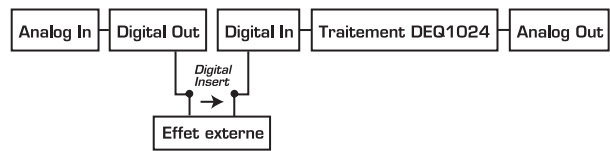

Fig. 2.5 : Trajet du signal en mode PRE EQ
- 11] On sélectionne le mode de fonctionnement général de l'appareil en maintenant la touche *CONFIG* enfoncée. Les différents modes sont : *ANALOG* (LED verte), *DIGITAL* (LED jaune), *PRE EQ* (LED jaune) et *POST EQ* (LED jaune). Dans les modes *PRE EQ* et *POST EQ*, on peut utiliser les connecteurs numériques du panneau arrière comme point d'insertion numérique (insert), par exemple pour le câblage d'un processeur de dynamique. En mode *PRE EQ*, l'insert intervient avant l'égaliseur alors qu'en mode *POST EQ*, l'insert intervient après l'égaliseur (voir Fig. 2.5 et 2.6).